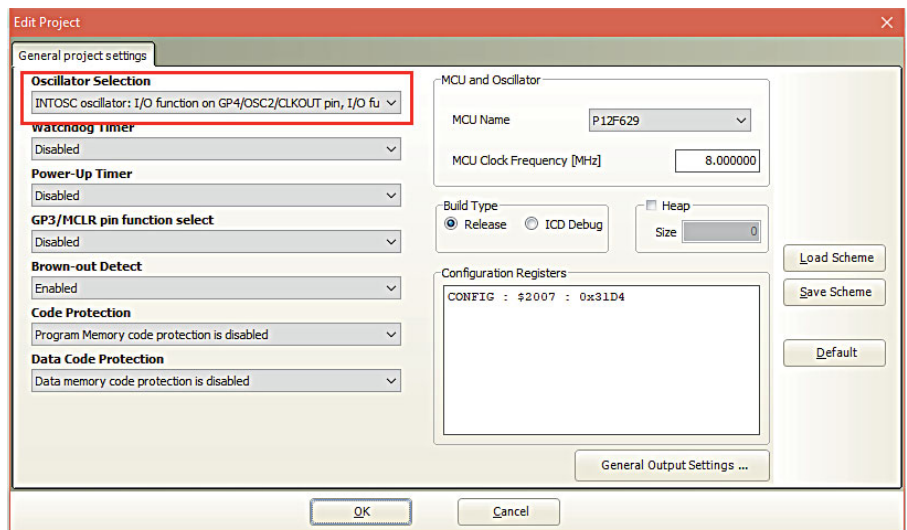

Bild 6: Stellen Sie alle Eigenschaften zum verwendeten PIC-Typen im Dialogfeld ein.
- Vielfältige Tools unterstützen bei der Entwicklung, beispielsweise kann man komfortabel über ein Dialogfeld die Eigenschaften zum gewählten PIC einstellen (Bild 6). Wir müssen zum Beispiel angeben, dass wir den internen Oszillator des PIC als Taktgeber verwenden wollen. Dessen Genauigkeit genügt uns, da wir keine hochgenauen Zeitmessungen durchführen. Die Anschlüsse RA4 und RA5 stehen damit als Ein- bzw. Ausgabepins zur Verfügung.